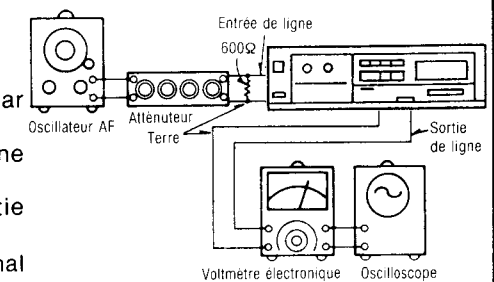

Fig. 15
- Brancher les appareils comme indiqué dans la Fig. 15.
- Recommencer à partir de la phase (2).
- La connection de l'équipement d'essai est montré sur la Fig. 15.